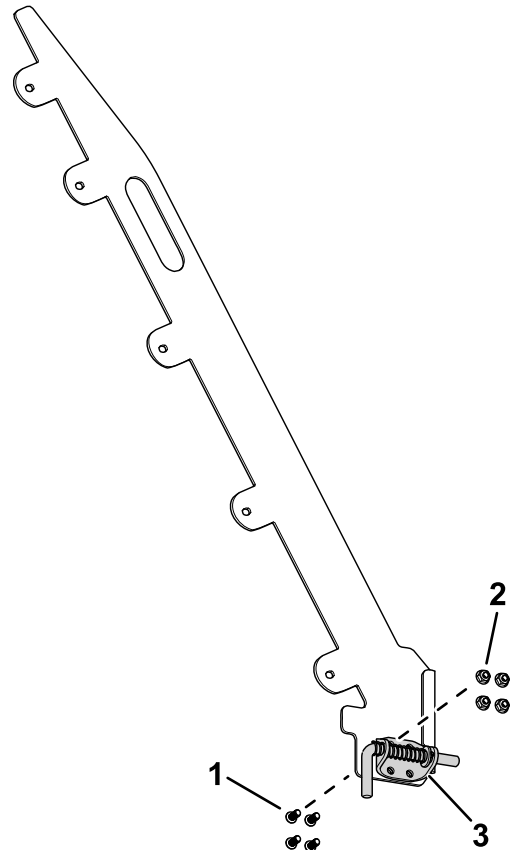

**Рисунок 8**
10. Используйте 10 винтов с шестигранными головками для крепления кожухов цепи к узлам рампы (Рисунок 8).